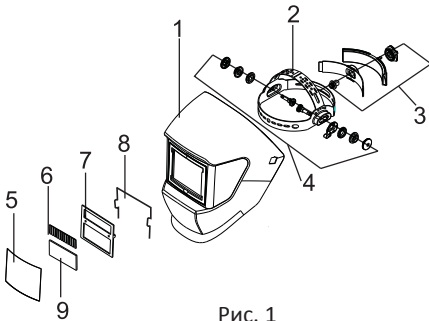

Рис. 1
3.1 Загальний вигляд представлений на рис. 1